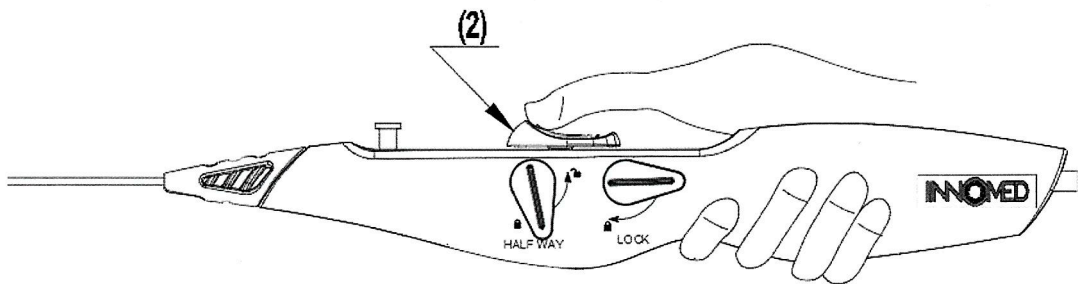

Figura 9. Tirar del control deslizante
- e. Empujar el deslizador de pulgar (2) con el pulgar (consultar figura 9). Retraer el deslizante de pulgar (2) a la posición inicial y así sucesivamente. Tener en cuenta que el marcador distal en la vaina del sistema de entrega comienza a alejarse de la marca distal del stent, lo que indica que el stent ha comenzado a liberarse.